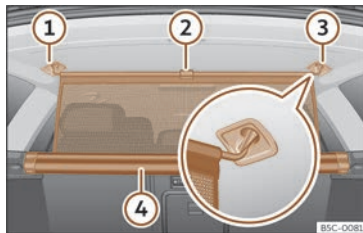

Fig. 134 Dans le coffre à bagages : attacher le filet de séparation.
- Tirez la languette »» fig. 134 (2) vers le haut pour sortir le filet du boîtier (4).
- Attachez le filet de séparation au côté droit ou gauche (3) (image élargie).
- Attachez le filet de séparation dans le logement de l'autre côté (1) en étirant la tringle.